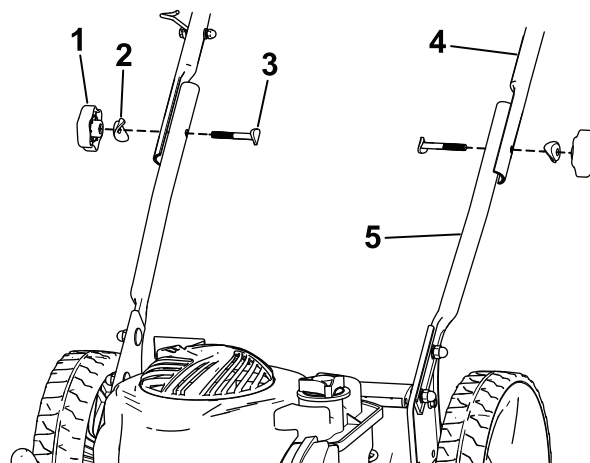

Bild 4
2. Befestigen Sie den oberen Holm mit zwei Handrädern, zwei Wellenscheiben und zwei Schrauben am unteren Holm. Ziehen Sie die Handräder des Holms mit der Hand fest (Bild 4).